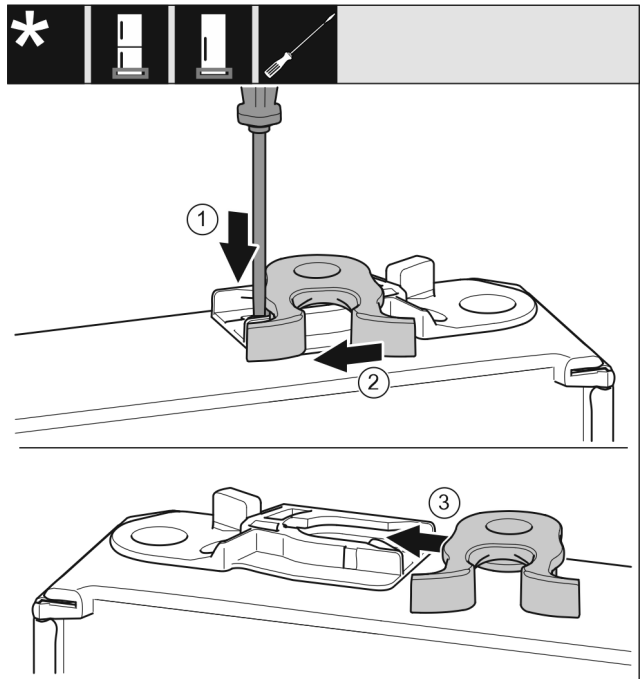

Fig. 16
- Az ajtó alsó része lefelé mutat: Forgassa el az ajtót. Fig. 16 (1)
- Nyomja le a fedőlemezt csavarhúzóval. Fig. 16 (2)
- Húzza ki a záróhorgot a vezetősínből. Fig. 16 (3)
- Tolja be a záróhorgot a vezetősínbé a másik oldalon. Fig. 16 (3)